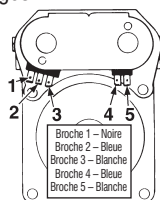

Figure 12 - Mesure de la résistance de l'électrovanne à gaz.
3. Utiliser un ohmmètre pour déterminer si la bobine de l'électrovanne à gaz a mal fonctionné : Débrancher les conducteurs. Mesurer la résistance entre les broches (voir figure 12). Les lectures doivent correspondre à ce qui est donné dans le tableau ci-après; sinon, remplacer les bobinages.